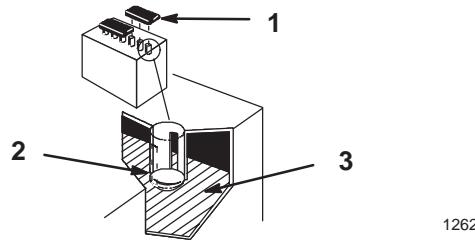

Bild 29
2. Öffnen Sie die Deckel, um in die Zellen schauen zu können. Der Füllstand muss bis zum unteren Teil des Rohrs reichen (Bild 29).
(Bild 29).
2. Nehmen Sie die Verschlussdeckel ab (Bild 29).
3. Gießen Sie langsam destilliertes Wasser in jede Batteriezelle, bis der Füllstand den unteren Teil des Rohrs erreicht (Bild 29).